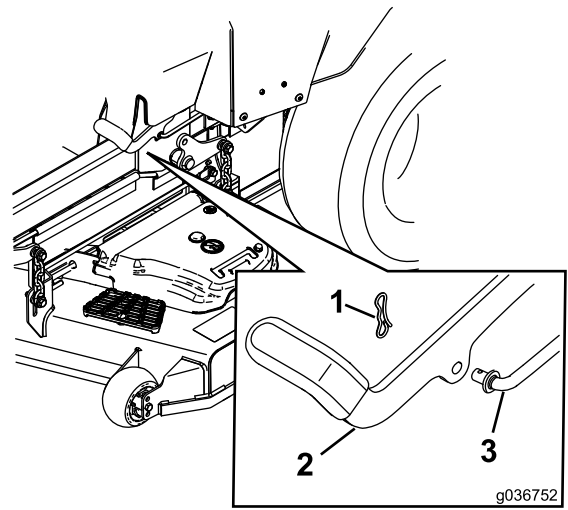

Figura 89
6. Si es necesario un ajuste, quite el freno de estacionamiento. Retire el pasador del eje del acoplamiento del freno (Figura 89).